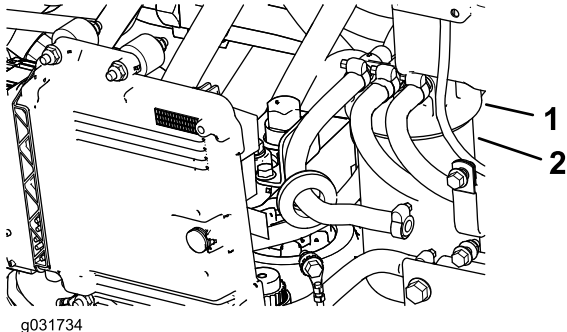

Рисунок 99
1. Очистите поверхность вокруг головки топливного фильтра (**Рисунок 99**).
2. Снимите фильтр и очистите монтажную поверхность головки фильтра (**Рисунок 99**).